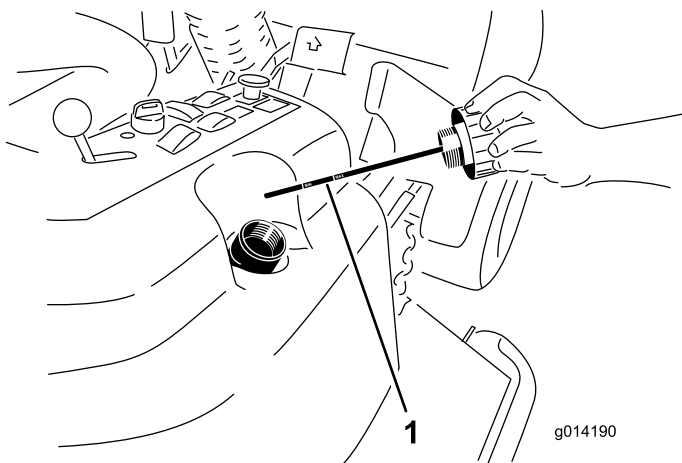

Figura 62
2. Retire o tampão de enchimento hidráulico (Figura 62) do tubo de enchimento.
3. Retire a vareta e limpe-a com um pano limpo (Figura 62).
4. Coloque a vareta no tubo de enchimento, retire-a e verifique o nível de fluido (Figura 62).